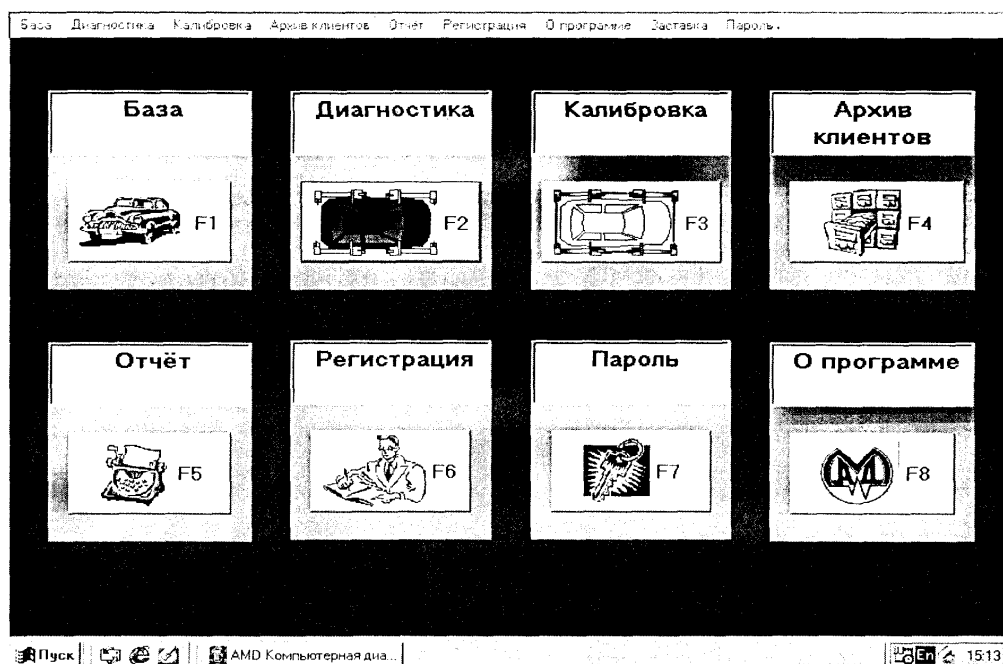

Рисунок 6.5 – Главное меню
6.2.9 После включения питания стенда на экране монитора появится изображение главного меню (рисунок 6.5).